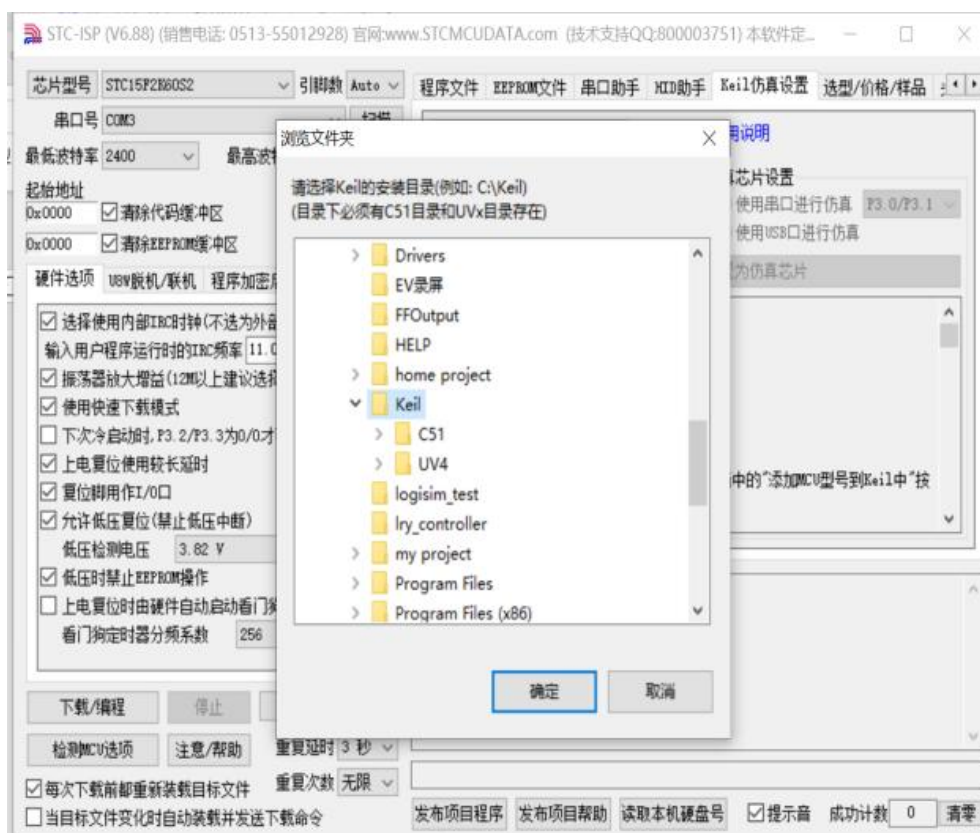

图 2 路径选择界面
(2) 在“浏览文件夹”对话框里, 选择 Keil 的安装目录, 确定目录下有 C51 和 UVx 目录, 点击“确定”按钮, 如图 2 所示。然后 STC-ISP 弹出“STC MCU 型号添加成功! ”。添加成功后, “C:\Keil_v5\C51\BIN”文件夹中出现 STC Monitor51 仿真驱动程序